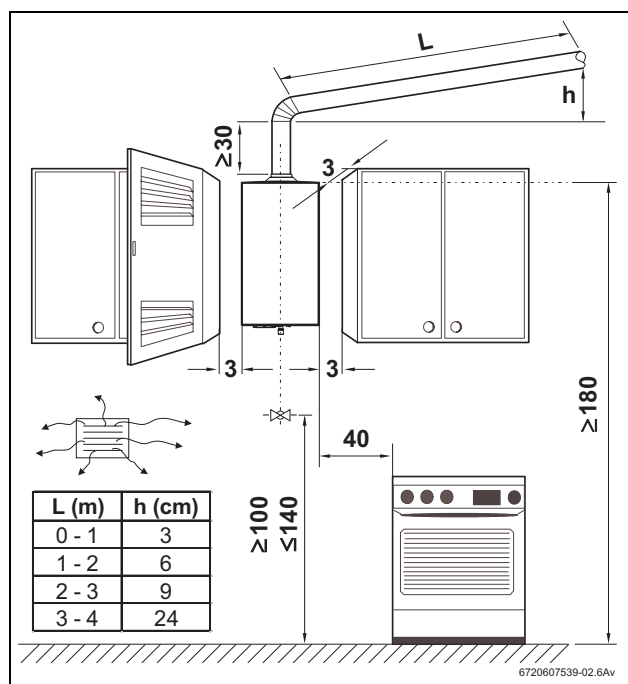

Fig. 12 Distâncias mínimas
- Respeitar as medidas mínimas de instalação indicadas na Fig. 12.